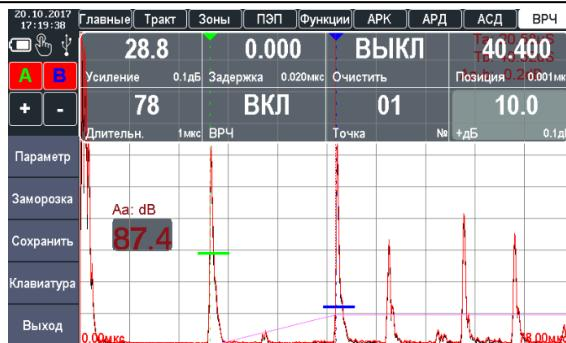

Рисунок 2.39 – Регулировка усиления второй точки
11. Регулируя усиление опорной точки 01 (параметр «+дБ»), на разницу амплитуд предыдущего и текущего сигнала, установить вершину импульса от второго сигнала на одном уровне с вершиной импульса от первого сигнала (рис. 2.39).